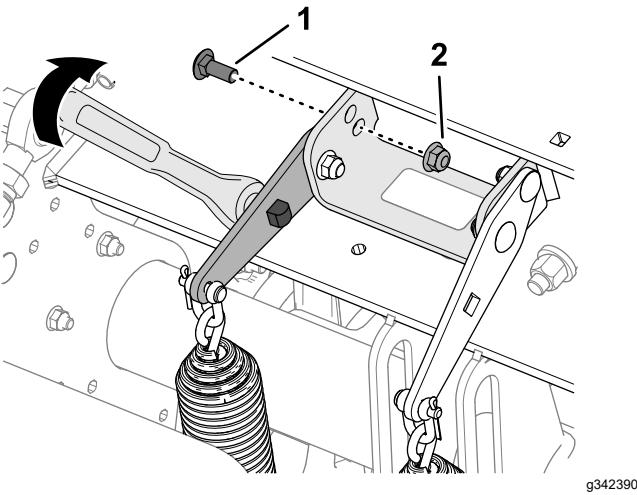

Figura 110
4. Inserte una llave de carraca de $\frac{1}{2}$ " o una llave de extensión en el orificio cuadrado de la placa de tensión del muelle (Figura 110).